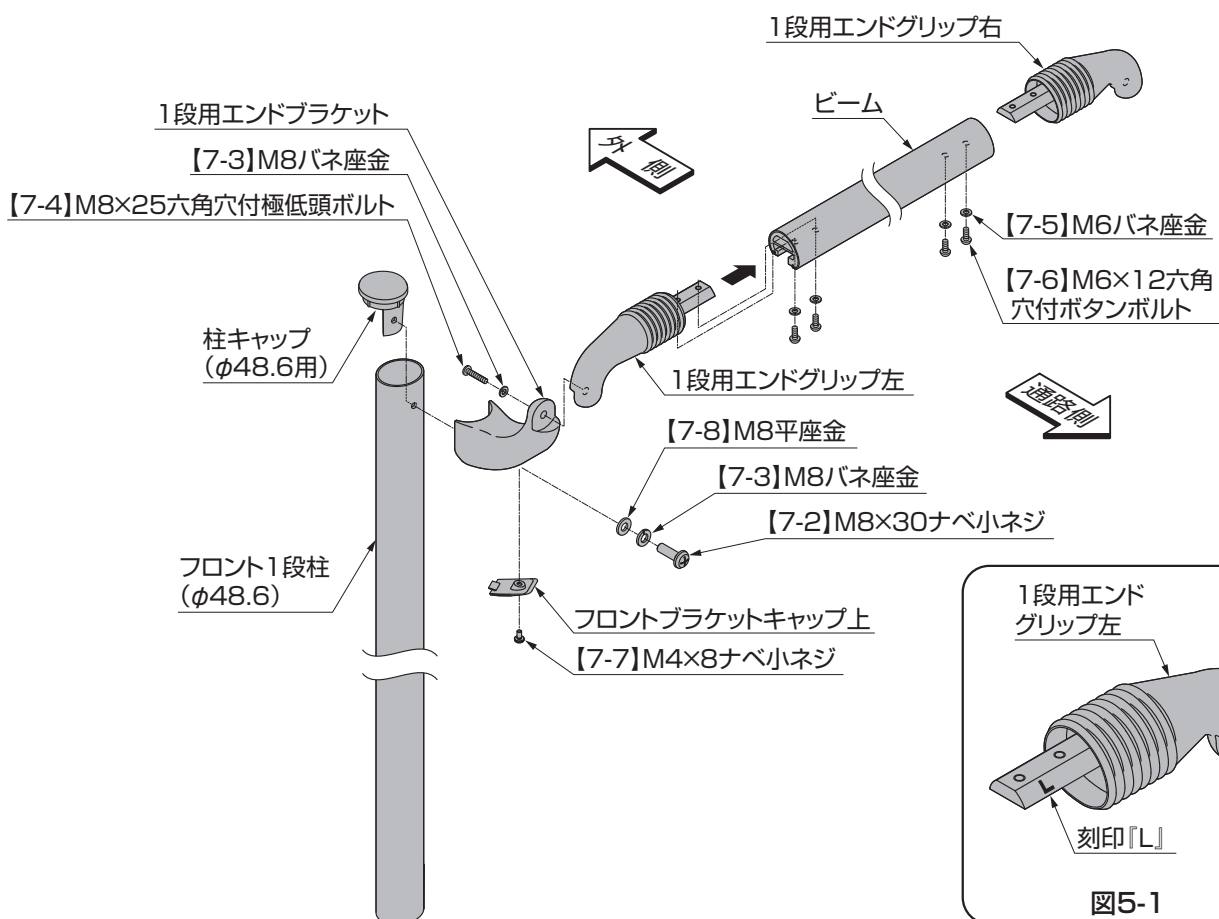

図5-1
- 1段用エンドグリップには、右、左の向きがあります。1段用エンドグリップには、左のみ『L』と刻印がされています。(図5-1参照)
- ④ フロントブラケットキャップを【7-7】で取付けてください。